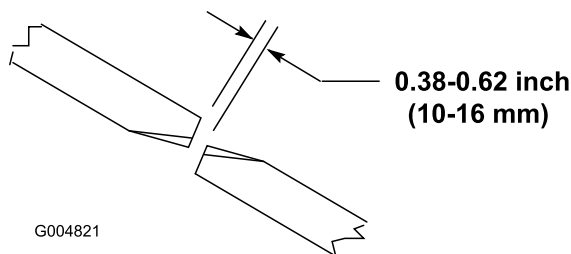

Figura 25
Per garantire il funzionamento ottimale del piatto di taglio occorre una luce di 10-16 mm tra la punta delle lame dei piatti di taglio laterali e quelle del piatto di taglio centrale (Figura 25).
2. Ruotate una lama centrale ed una laterale adiacente in modo che le punte delle loro lame siano allineate. Misurate la distanza tra le punte delle lame (Figura 25).